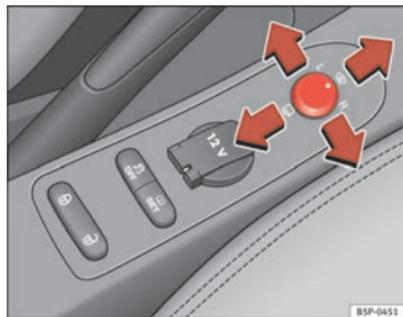

Fig.87 Regolazione degli specchi retrovisori esterni
1. In primo luogo, ruotare la manopola ⇒ fig. 87 portandola nella posizione **L (specchietto esterno sinistro)**.
- Per riscaldare gli specchietti retrovisori termici e per attivare la funzione parabrezza riscaldabile* nella zona di riposo delle spazzole, girare il comando in avanti sulla posizione centrale ⇒ fig. 87 ① ⇒ pag. 131.
- Per far ripiegare su se stessi gli specchietti esterni si deve ruotare la manopola ⇒ fig. 87 portandola nella posizione ☰. Si consiglia di richiudere sempre gli specchietti esterni quando si porta il veicolo all'autolavaggio, altrimenti potrebbero danneggiarsi.